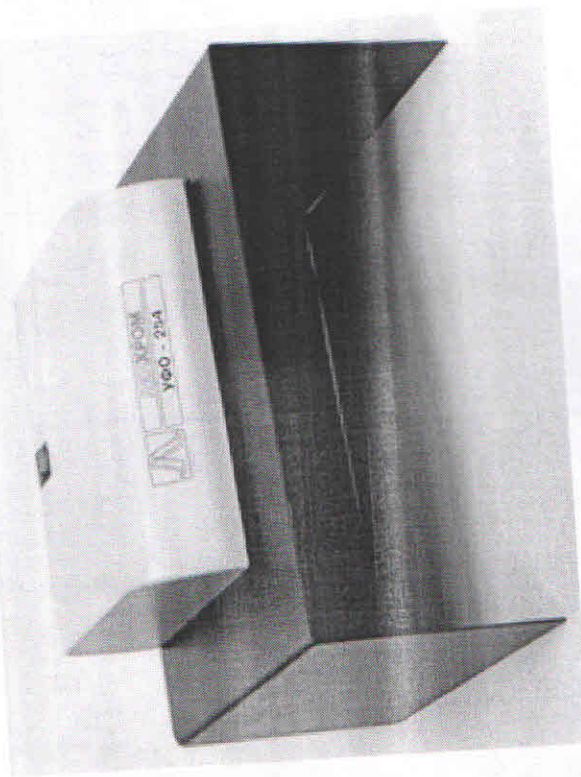

Рис.1: Внешний вид УФО-254
- 5.1. УФО-254 (рис. 1) представляет собой металлический корпус сложной формы.